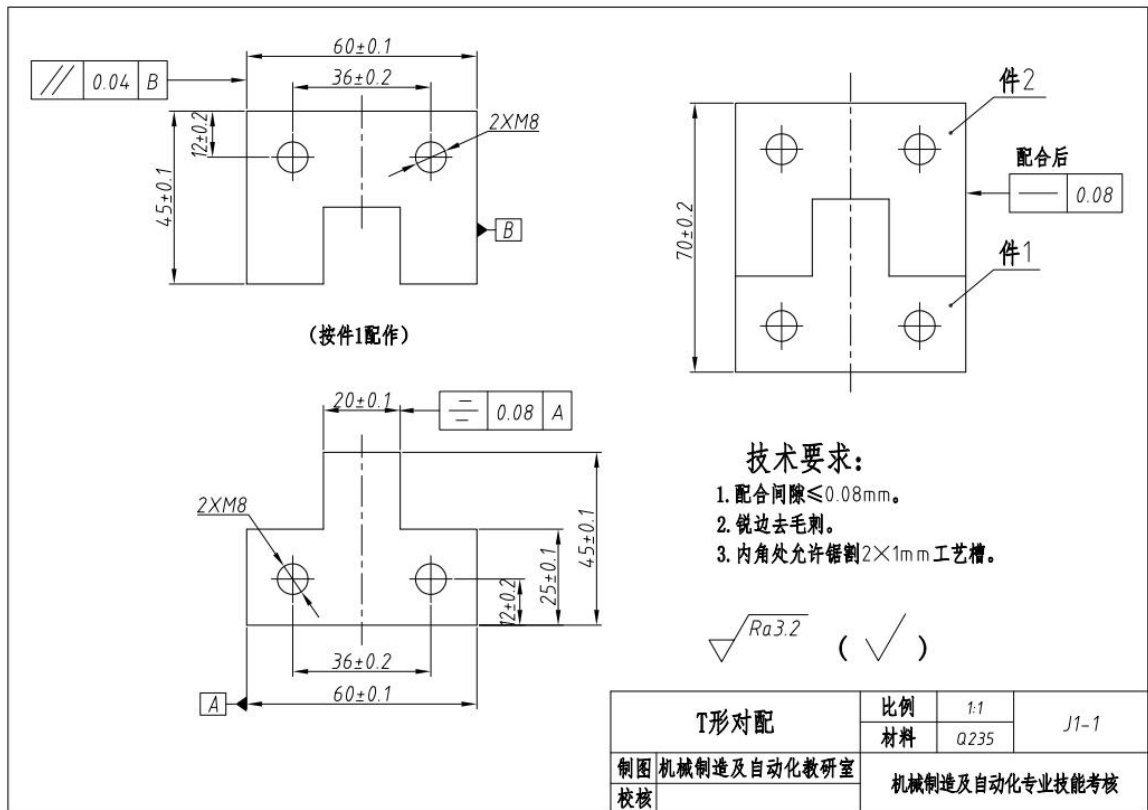

图 1-1-1 T 形对配
- (1) 能读懂零件图及工艺装配图，进行零件加工工艺分析；
- (2) 正确选择与使用常用工具和设备进行划线、锉、锯、孔加工、螺纹加工和锉配加工等；
- (3) 根据零件图 1-1-1 的要求完成凸、凹零件的加工与配锉加工，去毛刺，倒棱角 C0.3，配合面不允许倒角，不准使用专用工、夹具加工和抛光；
- (4) 使用常用量具对加工零件进行检验；
- (5) 严格执行工作程序、工作规范和安全操作规程；
- (6) 毛坯尺寸：62×47×6(单位 mm)，材料：Q235 钢板。毛坯及工、夹、量具由考点准备；
- (7) 技能测试结束，技术人员在零件底面打编号并提交零件。